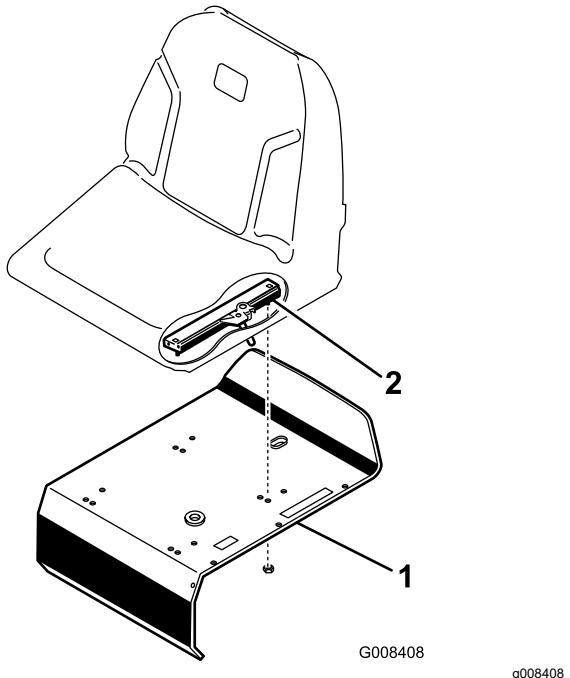

Рисунок 3
- Прикрепите полозья сиденья к опоре сиденья контргайками (5/16 дюйма), входящими в комплект поставки в виде отдельных деталей (Рисунок 3).